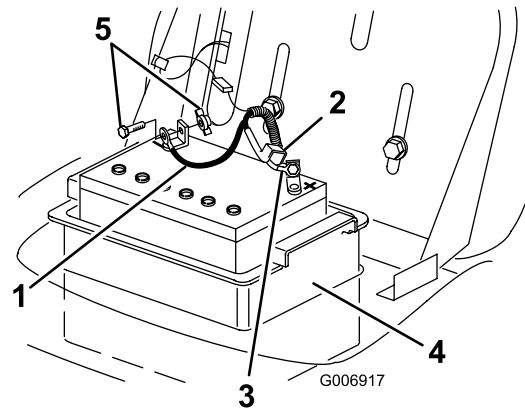

Figure 24
4. Débranchez le câble négatif (noir) de mise à la masse de la borne de la batterie (Figure 24).
5. Repoussez le capuchon en caoutchouc sur le câble positif (rouge). Débranchez le câble positif (rouge) de la borne de la batterie (Figure 24).
6. Sortez le compartiment de la batterie et la batterie du châssis (Figure 24).
1. Placez le compartiment de la batterie et la batterie dans le châssis (Figure 24).
2. Connectez le câble positif (rouge) à la borne positive (+) de la batterie à l'aide du boulon et de l'écrou à oreilles (Figure 24).
4. Connectez le câble négatif (noir) à la borne négative (-) de la batterie à l'aide du boulon et de l'écrou à oreilles (Figure 24).